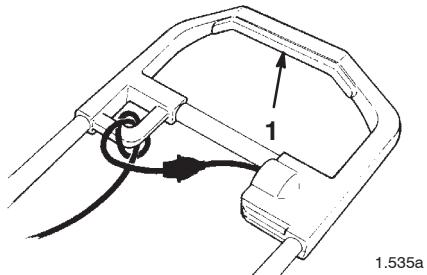

Bild 7
1. Drücken Sie am Schaltbügel, um die Rotorblätter zu starten (Bild 7).